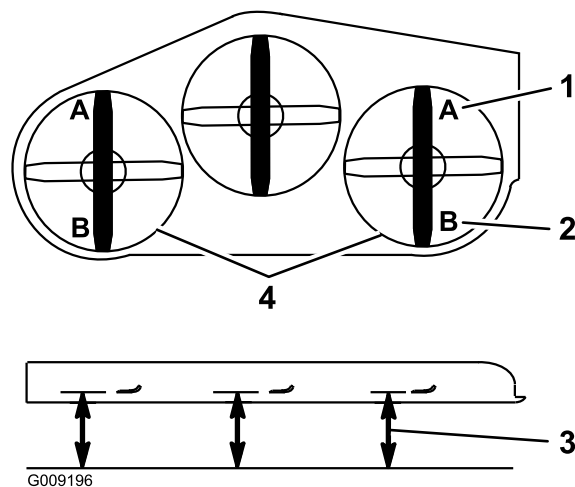

Figure 87
Remarque: La distance obtenue doit être de 7,6 cm (3 po), comme montré à la Figure 87.
15. De chaque côté du tablier de coupe, mesurez la distance entre la surface plane et la pointe arrière de la lame (position B), comme montré à la **Figure 87**.